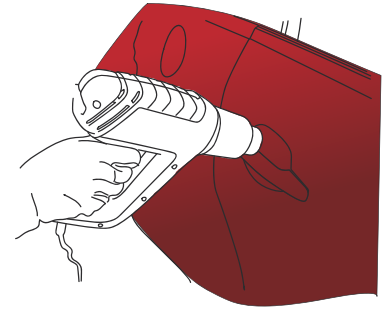

Abbildung 31
- › Sobald die Arbeit beendet ist erhitzen Sie alle Stellen, die stark verformt wurden, mit Hilfe einer Heißluftpistole. (Abb. 31)